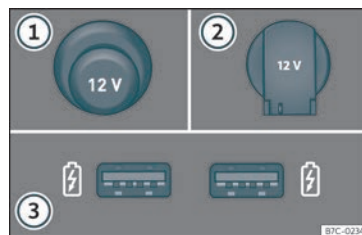

Fig. 121 Tomas de corrente de 12 voltios do vehículo.
Tomas de corrente de 12 voltios »» fig. 121:
- Extraia o tapón situado na consola central da toma de corrente »» fig. 121 ①.
- Levante a tapa da toma de corrente »» fig. 121 ②.
Estas entradas USB atópanse na parte posterior da consola, entre os asentos anteriores »» fig. 121 ③. Estes conectores poden funcionar a unha potencia máxima de ata 10,5 W por porto.